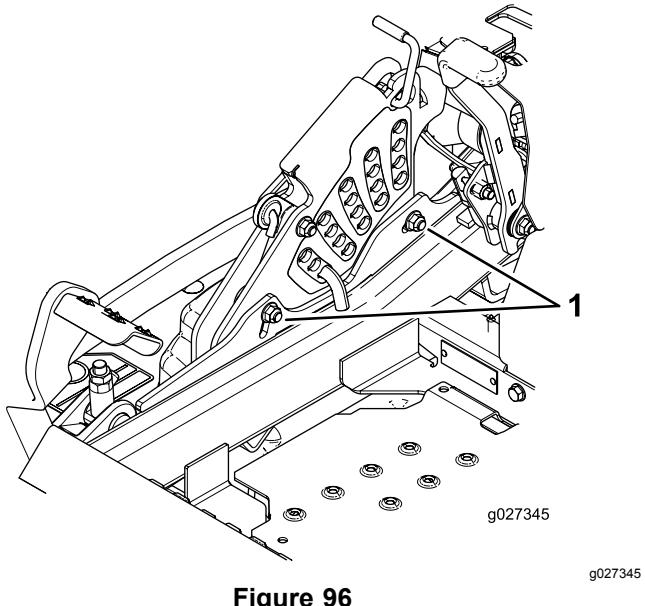

Figure 96
11. Pour régler le système monopoint, desserrez les 2 boulons au bas de la plaque de hauteur de coupe (Figure 96).
13. Serrez les 2 boulons au bas de la plaque de hauteur de coupe (Figure 96).